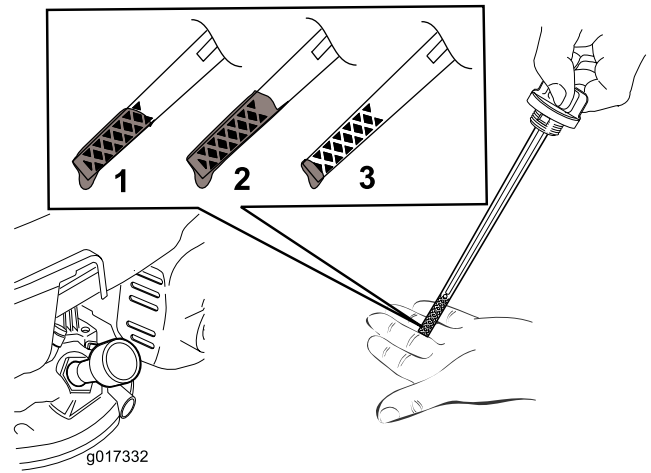

Bild 6
- Hinweis:** Füllen Sie das Motorkurbelgehäuse mit Öl, bis der Peilstab angibt, dass der Ölstand richtig ist, wie in **Bild 6** dargestellt. Wenn Sie zu viel Öl in den Motor füllen, lassen Sie etwas Öl ab, siehe „Wechseln des Motoröls“.
2. Ziehen Sie den Peilstab (**Bild 6**) heraus.